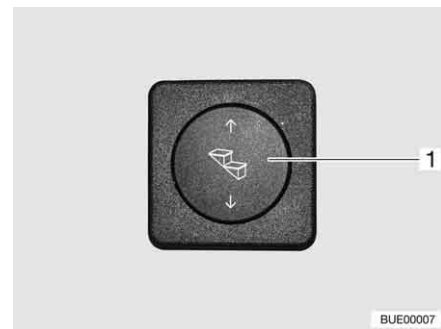

Bild 13 Bedientaster Eintrittstufe
- Wipptaster (Bild 13,1) unten drücken und gedrückt halten (mindestens 3 Sekunden), bis die Eintrittstufe vollständig ausgefahren ist.
- Wipptaster (Bild 13,1) oben drücken, bis die Eintrittstufe vollständig eingefahren ist.